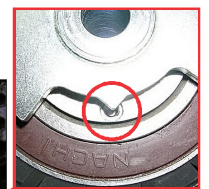

Fig. 04
4) Dê duas voltas completas no sentido horário do motor, reencaixe a ferramenta especial e afrouxe a porca do tensor para alinhar suas marcas de referência (Fig.04).